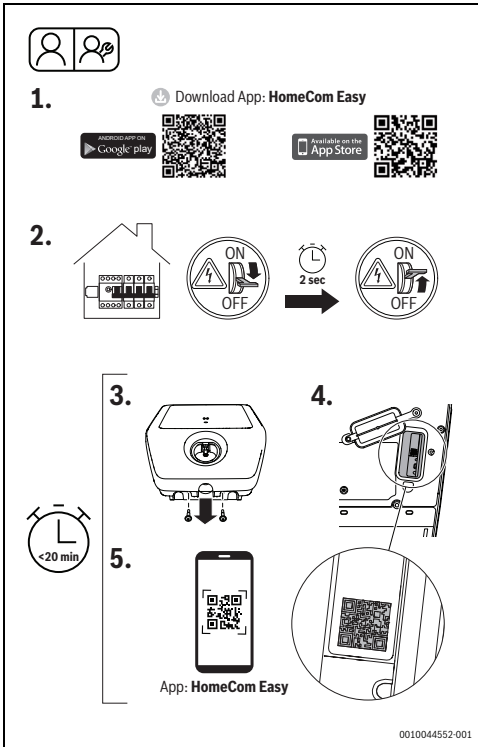

Fig. 163 HomeCom Easy
- ▶ Apagar el producto Power Charge 7000i con el panel de alimentación eléctrica y, transcurridos dos segundos, aproximadamente, volverlo a encender (fig. 163, paso [2]).
- ▶ Aflojar los dos tornillos de la carcasa (fig. 163, paso [3]).